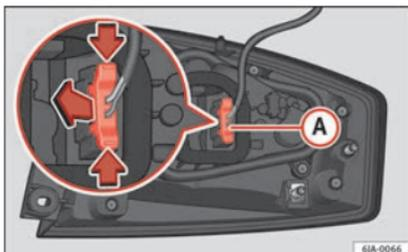

Fig. 99 Connecteur du feu au dos de l'unité des feux arrière.
- Débranchez le connecteur **A** » fig. 99 du feu en actionnant ses leviers latéraux (flèches) et en le tirant vers l'extérieur.